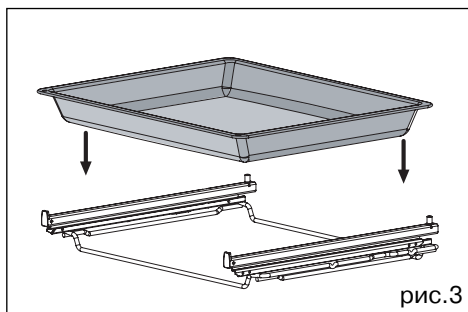

рис. 3
• Многофункциональный противень 45 мм. Система скользящего выдвижного механизма для полного выдвижения противня из духового шкафа (рис. 3).